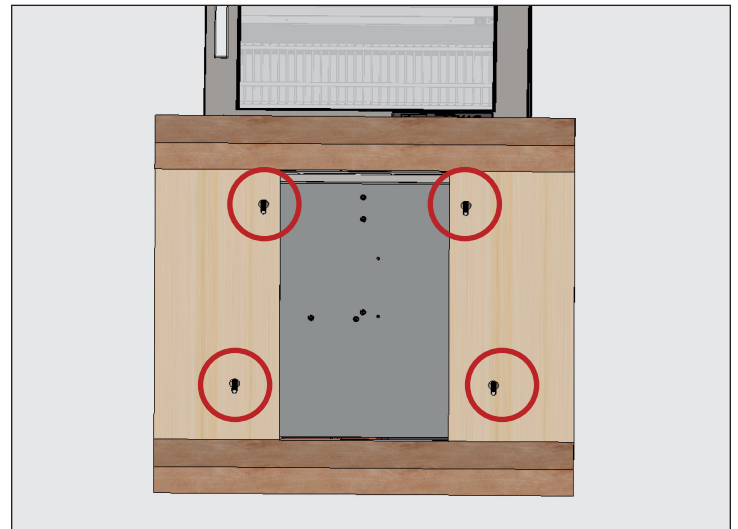

Fig. 2. Ubicaciones de los pernos del patín.
2. Con una llave ajustable, retire todos los pernos de transporte que aseguran el patín de madera a la parte inferior del equipo. Consulte la fig. 2.